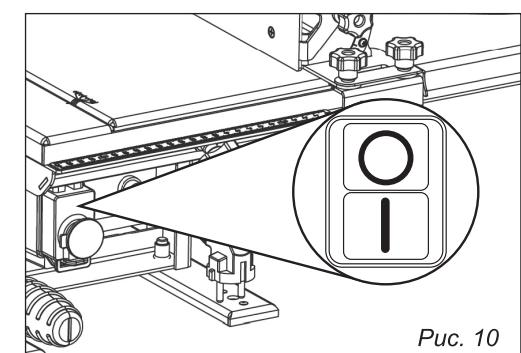

Рис. 10
• Разблокировать и открыть крышку выключателя, коротко нажать на зелёную кнопку (рис. 10).